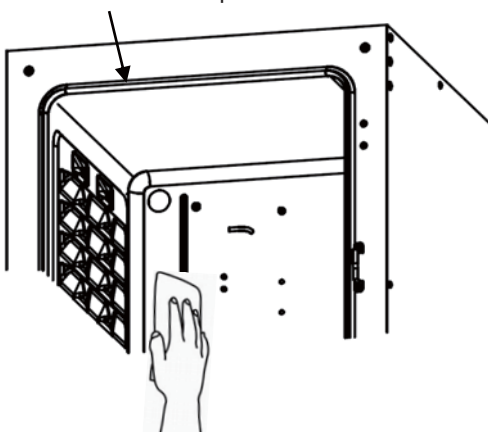

Fig. 1
2. Nettoyez les éléments intérieurs, les parois intérieures de la chambre et les joints intérieurs de la porte avec un chiffon ou une éponge imbibés de détergent neutre dilué à 5 % au maximum (Fig. 1). Un détergent non dilué peut endommager les pièces en plastique. Pour la dilution, voir les instructions sur le détergent.